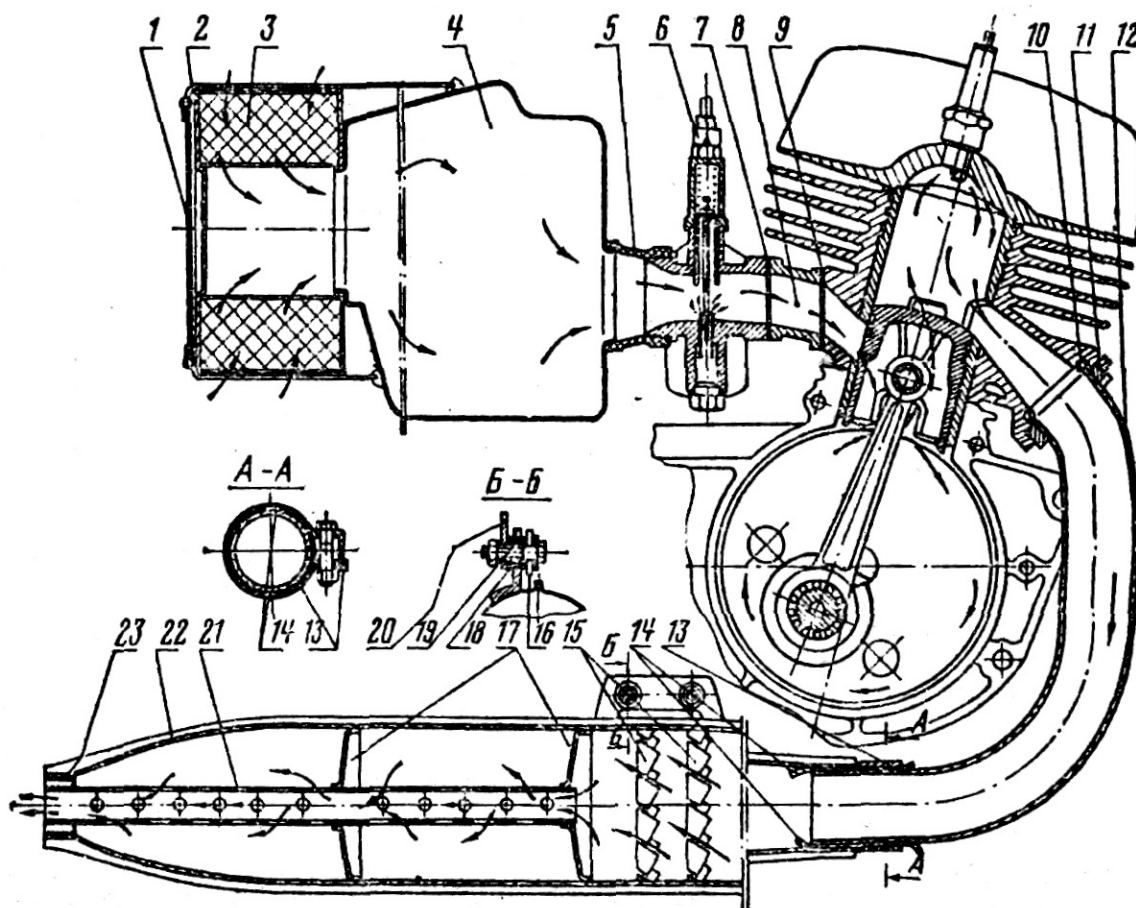

Рис. 15. Воздухофильтр и глушитель:
Общее устройство двигателя 3.115 показано на Рис. 10 и Рис. 15. В связи с тем, что неисправности и ремонт двигателя связаны с работой систем питания, выпуска и зажигания, а также трансмиссии, и учитывая, что обнаружение и устранение причин неисправностей, разборка, сборка и ремонт его требуют знания устройства, работы и неисправностей указанных систем, решено посвятить этой теме отдельный раздел (IV).
Воздухофильтр. С 1975 г. на минских мотоциклах вместо контактно-масляного устанавливается бумажный воздухофильтр, отличающийся лучшей очисткой и меньшим сопротивлением прохождению воздушного потока. Устройство воздухофильтра показано на рис. 15.
Система выпуска состоит из выхлопной трубы и глушителя (рис. 15) и служит не только для снижения шума, но и для увеличения мощности двигателя. Шумность и мощность двигателя в значительной мере зависят от удачного подбора параметров системы — диаметра и длины выхлопной трубы, объема глушителя, размеров камер и щелей и т. д., поэтому при сильном нагарообразовании или повреждении глушителя неизбежно заметное падение мощности. То же самое можно сказать и об удалении некоторыми мотоциклистами резонансной трубки (решетки) — кроме резкого увеличения шума это приводит только к потере, а не к увеличению мощности. Поэтому начиная с 1977 г. резонансная трубка приваривается к корпусу, т. е. глушитель стал неразъемным.